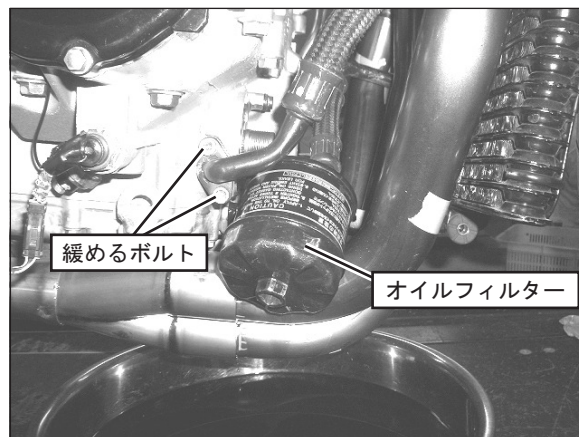

FIG. 19
(FIG. 19参照)
**参考** ※車両、マフラーのばらつきにより、オイルフィルターがFIG. 19の写真の様に抜けない場合があります。その場合、FIG. 19の写真で指示するボルトを緩めると、オイルフィルターを外せるスペースを確保できます。※ボルトを緩めた際に、オイルが垂れてくる事があります。オイルフィルター交換後、エンジンをかける前にきれいに拭き取って下さい。